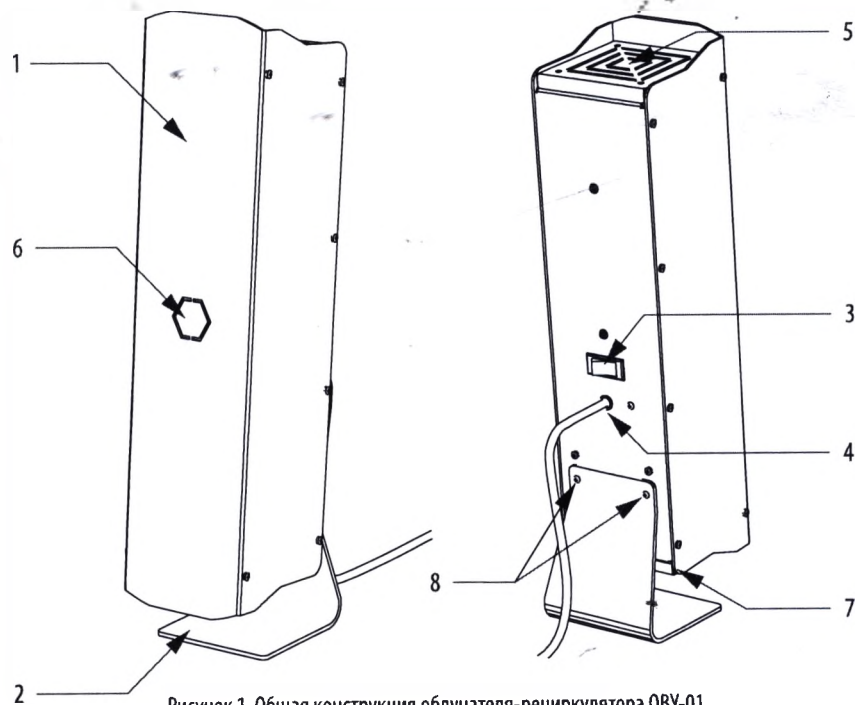

Рисунок 1. Общая конструкция облучателя-рециркулятора ОВУ-01.
4.1.1. Облучатель-рециркулятор представляет собой переносной электрический прибор (см. рис. 1), состоящий из корпуса (1) и подставки (2). На корпусе расположены: рокерный выключатель (3), вывод шнура питания (4), вентилятор (5), оптический индикатор работы (6), воздушный фильтр (7). Вентилятор и воздушный фильтр закрыты защитными решетками. Подставка крепится к корпусу двумя винтами (8). Внутри корпуса размещены вентилятор, бактерицидная лампа ЭПРА и блок предохранителей.